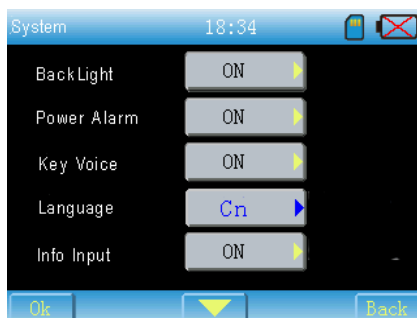
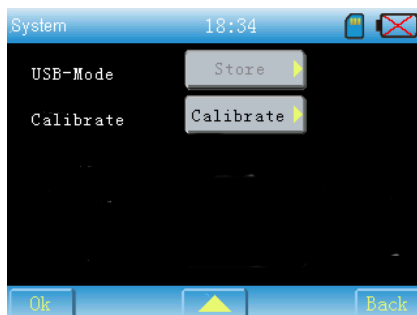

Fig. 7-9
Fig. 7-10
L'interface se présente comme illustré dans Fig.7-9, Fig.7-10
(1) cet élément est désactivé quand l'USB n'est pas connectée, voir Fig.7-10.
(2) cet élément est activé quand l'USB est connectée. Il est possible de choisir entre « Store »